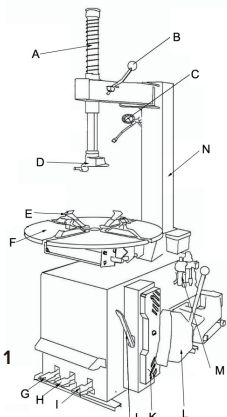

Fig. 1
- Veuillez vous référer à la Fig. 1 pour vérifier si l'équipement est en parfait état, en vous assurant qu'aucune pièce n'est endommagée ou manquante.